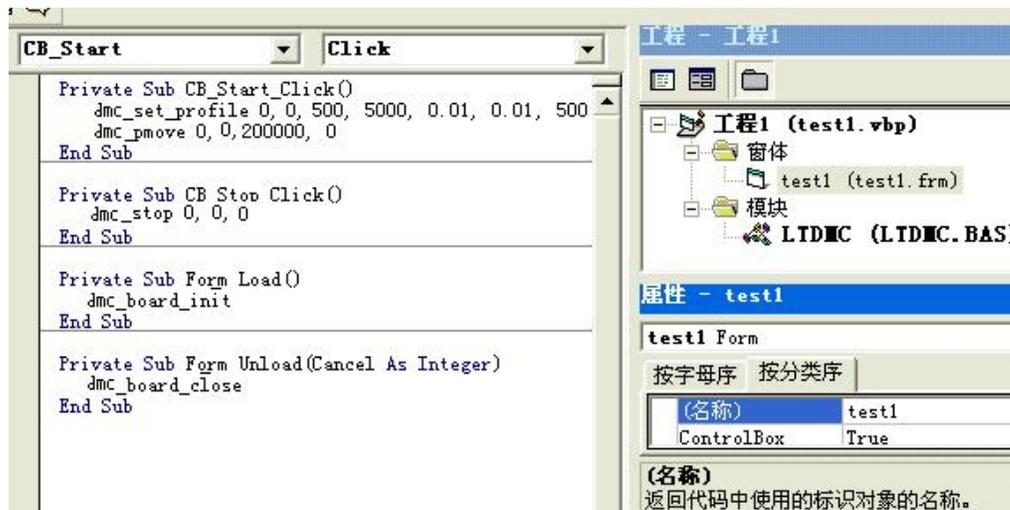

图 6.5 程序中调用运动控制卡库函数
6) 如图 6.5 所示, 双击窗口控件, 在 Form_Load 事件中添加代码 `dmc_board_init`。选择 UnLoad 事件, 在 Form_Unload 事件中添加代码 `dmc_board_close` 双击“启动”按钮, 在 CB_Start_Click 事件中添加代码如下: